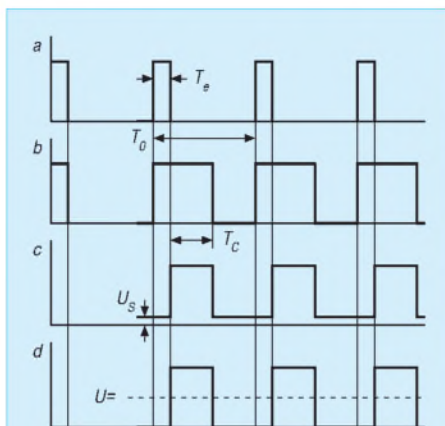

Bild 1: Zeitverhalten des Meßprinzips
Das Meßprinzip sei an Hand von Bild 1 kurz erklärt. Zur Umwandlung der Kapazität in ein zur Messung auswertbares Signal sind zwei identische Timer vorhanden, die eine Impulskette erzeugen, wobei die Länge der Impulse ein getreues Abbild der jeweiligen Kapazität darstellt.
Besonders bei kleinen Kapazitäten von wenigen Picofarad ist dies mit nur einem als monostabilen Oszillator geschalteten Timer infolge parasitärer Kapazitäten (Kapazität der Meßklemmen, der Leiterbahnen, des ICs selbst usw.) kurze Impulse (T_e in Bild 1 a), welche die Messung kleiner Kapazitäten unmöglich macht.
Daher wird hier ein zweiter, identischer Timer zur Kompensation dieses Effektes eingesetzt, der stets nur diese schaltungsbedingten Impulse erzeugt. Die Impulslänge am Ausgang des Meß-Timers wird durch das außen angeschlossene Meßobjekt (T_c) plus der Schaltungskapazität (T_e) bestimmt (Bild 1 b), wobei die Periodendauer T_0 je
nach Meßbereich 10, 1 oder 0,1 ms beträgt. Die Ausgänge von Meß- und Kompensations-Timer werden in einem EXCLUSIV-ODER-Gatter zusammengeführt, dessen Ausgang nur so lange HIGH (H) wird, solange die Eingangssignale ungleich sind, Bild 1 c. Ohne außen angeschlossene Kapazität liefern beide Timer identische Signale, und der Ausgang des EXOR-Gatters ist LOW (L).
Aus Bild 1 c ist noch ein weiterer Nebeneffekt sichtbar. Dieser ist vielleicht nicht signifikant, beeinflusst aber unnötigerweise gerade bei kleinen Kapazitäten das Meßergebnis: Geht ein Gatter auf L, so ist seine Ausgangsspannung nicht wirklich Null, sondern es bleibt eine kleine Restspannung U_s stehen. Diese geht natürlich in die folgende Integration der Impulse zu einer Gleichspannung ein.